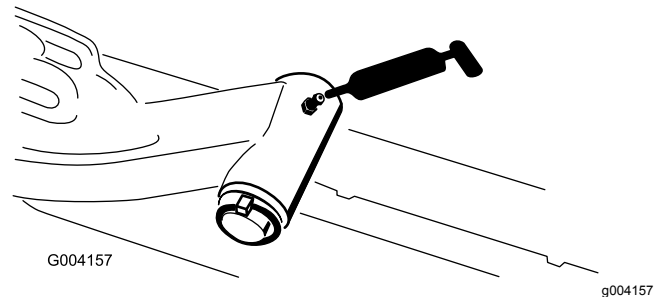

Figure 63
- Axe de pivot des bras de relevage (1 chacun)—Figure 63